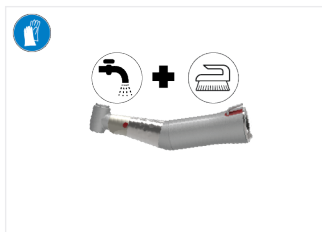

FIG. 4
1. Nettoyer l'extérieur et l'intérieur du dispositif sous l'eau du robinet à une température comprise entre 15 °C et 38 °C (59 °F et 100 °F), à condition que l'eau du réseau de distribution locale ait un pH compris entre 6,5 et 8,5 et une teneur en chlorure inférieure à 100 mg/l. Si l'eau du réseau de distribution local ne répond pas à ces exigences, utiliser de l'eau déminéralisée (désionisée) à la place. (FIG. 4)